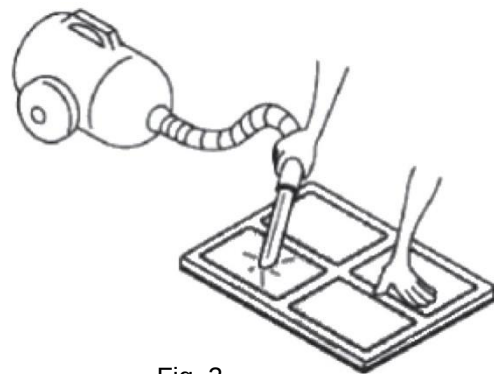

Fig. 2
- Luftfiltret rengörs bäst försiktigt under ljummet vatten eller med en dammsugare på låg inställning (sugkraft). (Se fig. 2)